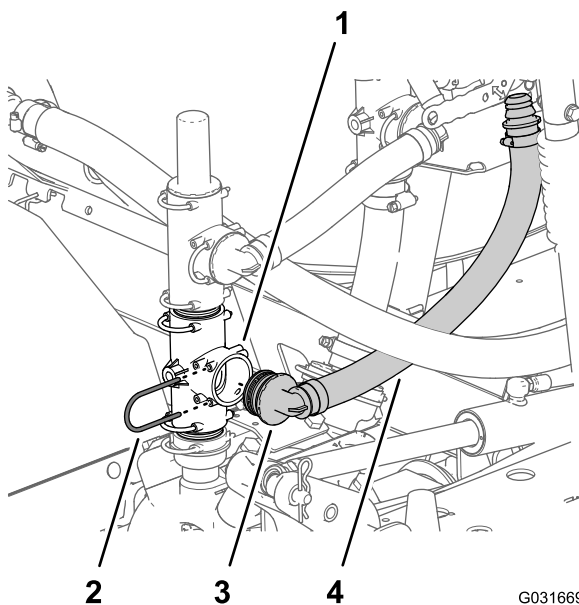

Рисунок 225
- Совместите другой прямоугольный штуцер шланга подачи в сборе (номер 131-9648 по каталогу Toro) с открытым отверстием в тройнике на насосе опрыскивателя и вставьте прямоугольный штуцер до его полной посадки в тройнике (Рисунок 225).
2. Закрепите прямоугольный штуцер в тройнике насоса опрыскивателя фиксатором (Рисунок 225), снятым при выполнении пункта 1 раздела **Перестановка клапана сброса давления** (страница 109).